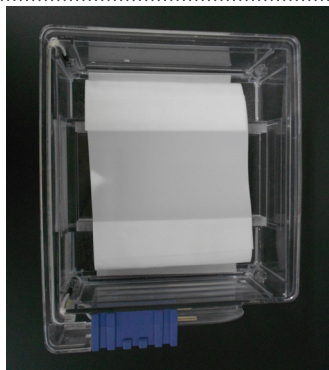

図 5
- 5 1 で平衡化した親水性ポリマーコーティング膜を、余分な水分を軽く除いた上で、4 のろ紙側にブリッジ掛けになるようにセットします (図 5)。